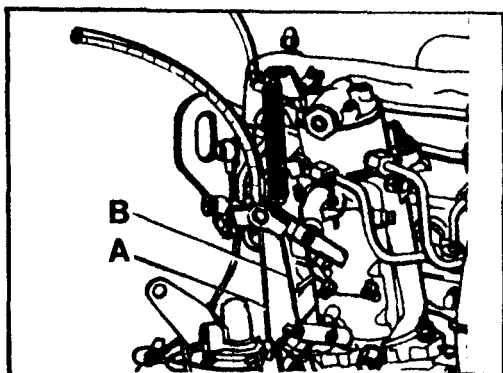

Fig. A1-38 Desconexión de los cables de acelerador y estrangulador
- 1.3. Desconectar de la bomba, el cable de parada del motor, B (Fig. A1-38) y su funda.
- 1.4. Desconectar de la bomba, el cable del acelerador, A (Fig. A1-38).